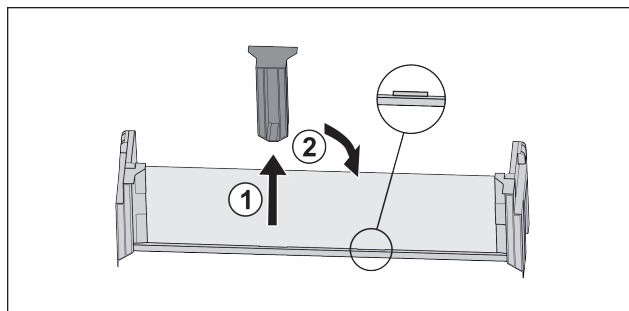

Fig. 114
- ▶ Snemite sredinski držalni del Fig. 114 (1).
- ▶ Sredinski držalni del vstavite na drugem položaju Fig. 114 (2).